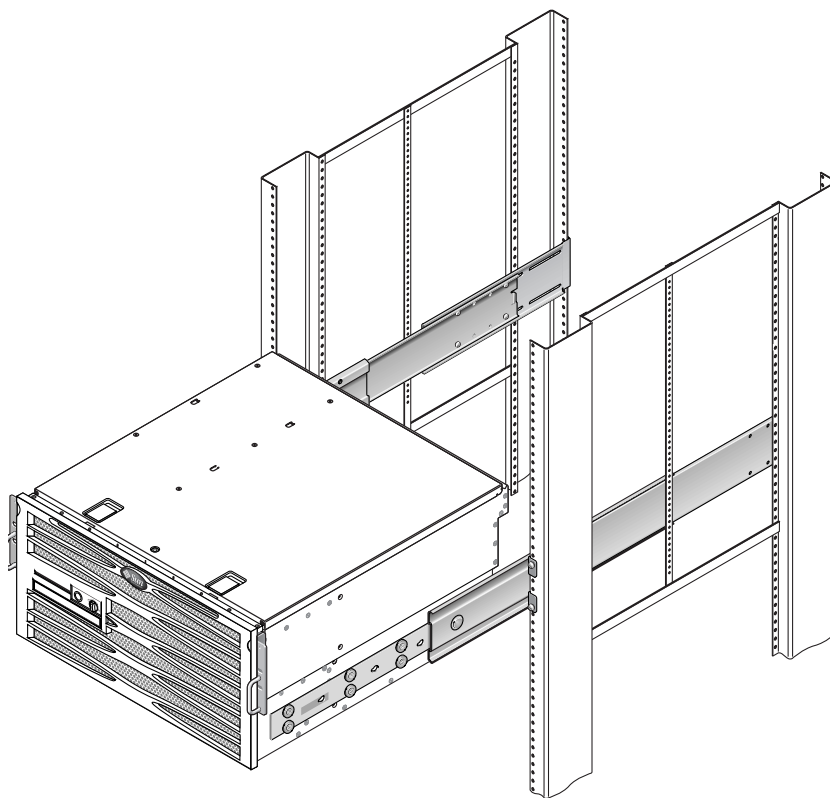

FIGURA 3-13 Inserimento del sistema nel rack
14. Premere i pulsanti delle guide e fare scorrere il sistema completamente dentro il rack (FIGURA 3-13).